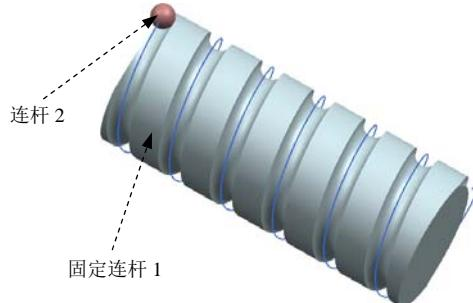

图 4.9.1 机构模型
下面举例说明点在线上副的创建过程，在图 4.9.1 所示的机构中，已经创建了一组仿真文件并定义了固定连杆 1 和连杆 2，本例模拟的是圆球（连杆 2）在重力的作用下沿螺旋线下落的过程。
(2) 选取图 4.9.1 所示的连杆 2 为参考连杆；在  区域的“定义点”下拉列表中选取“圆